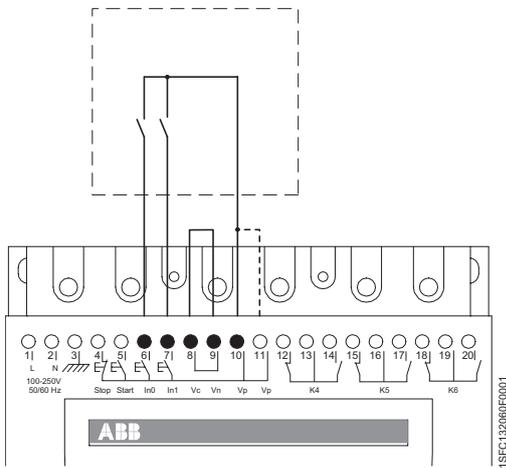
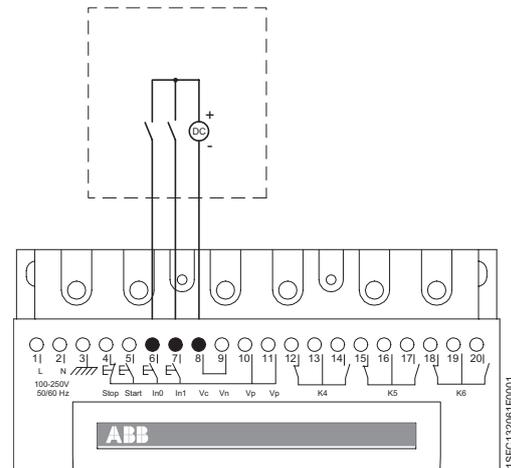

图 18：内部控制电源
图 19：外部控制电源
1. 视乎所采用控制电源情况(内部或外部)，按照图 18 或图 19 进行电缆连接。